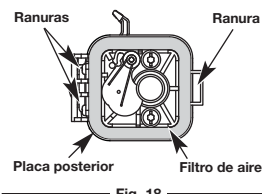

Fig. 18
2. Quite el filtro de aire (Fig. 18).
6. Reemplace el filtro (Fig. 18).
7. Para ponerle de nuevo la tapa al filtro de aire, coloque los ganchos de la izquierda en las ranuras del lado izquierdo de la placa posterior (Fig. 18).